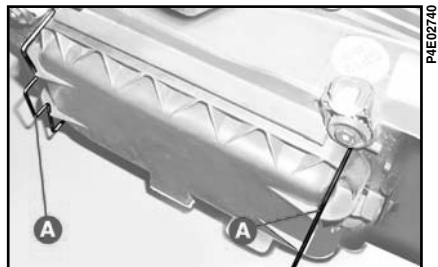

fig. 13
1) Desfaceți capacul acționând clemele de fixare **A-fig. 13**.
1) Scoateți capacul farului desfășcând clemele de fixare **A-fig. 13**;